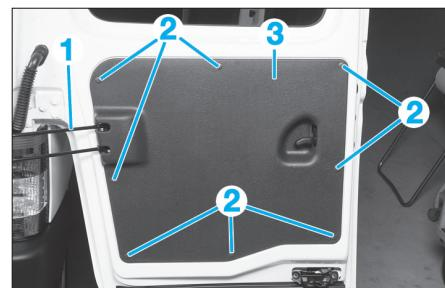

FIG. 65
- Décrocher l'arrêt de porte (1) de la caisse (Fig.65).
- Dégrafe les pions (2).
- Déposer la garniture de porte (3).